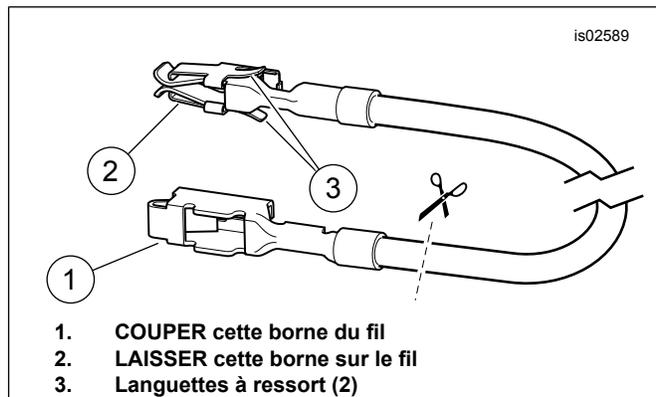

Figure 5. Fil adaptateur de bloc fusibles (Dyna et Softail)
3. Voir Figure 12. Prendre le fil adaptateur orange/blanc (11) du bloc fusibles dans le kit. Bien noter la borne à chaque extrémité (voir Figure 5). Seule la borne avec les languettes à ressort convient au bloc fusibles. Couper avec soin la borne non utilisée du fil et la mettre de côté.